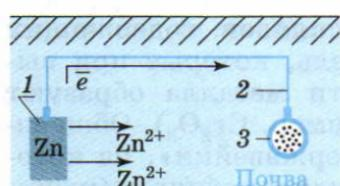

Рис. 44. Схема протекторной защиты: 1 — протектор (он разрушается); 2 — проводник тока; 3 — электрокабель (он защищен)
• Протекторная (анодная) — к защищаемой металлической конструкции присоединяют кусок более активного металла (протектор), который служит анодом и разрушается в присутствии электролита. В качестве протектора при защите корпусов судов, трубопроводов, кабелей и других стальных изделий используют магний, алюминий, цинк (рис. 44).